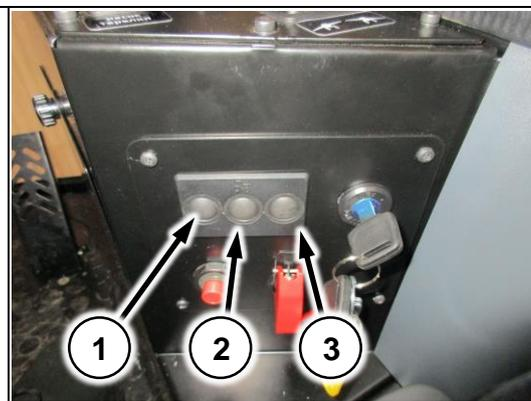

Рис. 12
- (Рис. 11/5,6,7) – индикаторы на панели соответствуют кнопкам для настройки (Рис. 12/1,2,3);
Для сброса суточного пробега нажмите и удерживайте клавишу 1 (Рис. 12/1)
Для настройки приборной панели используйте клавиши, расположенные возле замка зажигания (Рис. 12).
Клавиши (Рис. 12/1,2,3) соответствуют иконкам на панели (Рис. 11/5,6,7).